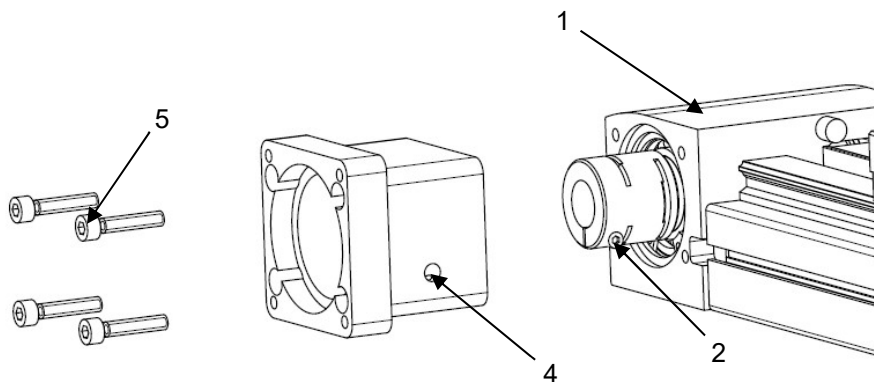

Рисунок 8 – Установка корпуса
- 2) Установите корпус монтажного комплекта (поз. 4) на модуль (поз. 1) с помощью винтов (поз. 5) (см. рисунок 8).